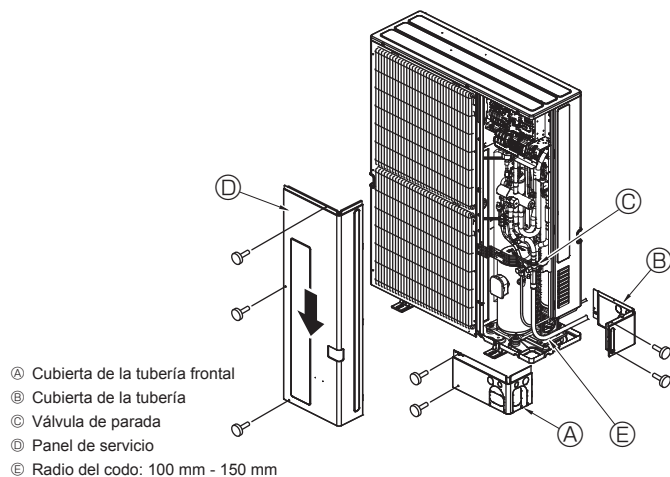

Fig. 4-10
4.3. Tubos de refrigerante (Fig. 4-10)